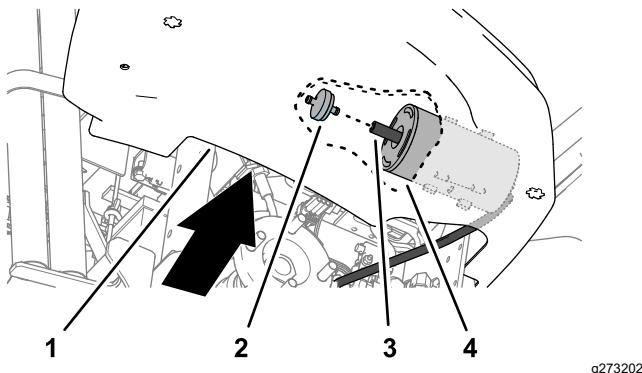

Figure 32
4. En contournant le bord intérieur inférieur de la console, tirez le filtre à charbon actif en arrière et hors du flexible situé à l'extrémité de la cartouche de charbon actif (Figure 32).
5. Insérez le nouveau filtre à charbon actif dans le flexible au bout de la cartouche (Figure 32).